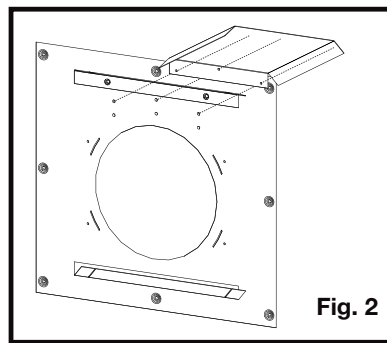

Fig. 2
2. Installez un écran protecteur sur le dessus d'un côté de l'espaceur coupe-feu (Figure 2).